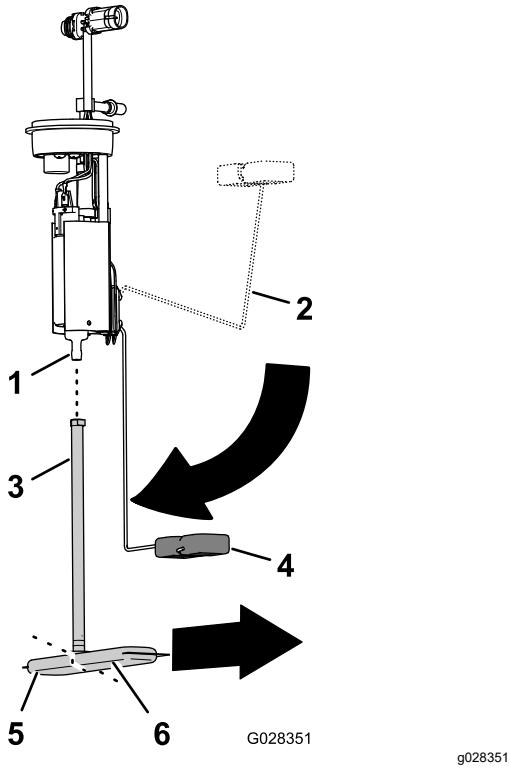

Figura 76
1. Retire o tubo de recolha do filtro de combustível do encaixe da bomba de combustível (Figura 76).
2. Alinhe o tubo de recolha do novo filtro de combustível com o encaixe da bomba de combustível (Figura 76).
3. Alinhe a perna longa do filtro de combustível com a boia quando o braço da boia estiver na posição de "vazio" (Figura 76).
4. Insira o encaixe da bomba de combustível no tubo de recolha até que o encaixe esteja totalmente assente (Figura 76).
2. Assente a bomba de combustível/unidade de envio na abertura do depósito (Figura 75 e Figura 76).